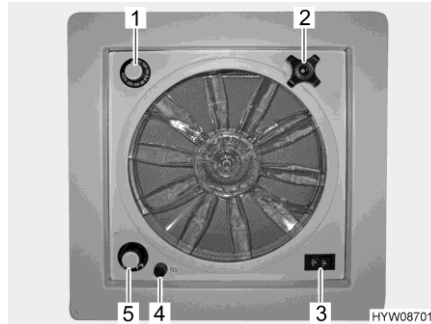

Bild 80 Taklucka med fläkt
- ▶ En säkring 4 A (Bild 80,4) skyddar fläktmotorn från överbelastning. Om en överbelastning har uppstått: Identifiera först orsaken och åtgärda den (t. ex. smutsig fläkt), byt säkringen först då.
- Vrid på ratten (Bild 80,2) tills önskad öppningsvinkel har nåtts.
- Ställ vippreglaget (Bild 80,3) på "Ventilera" (luftström utifrån och in) eller "Vädra" (luftström inifrån och ut).
- Ställ vippreglaget (Bild 80,3) på mittläget.
- Ställ in vridreglaget (Bild 80,5) på önskat steg:
- Skjut termostaten (Bild 80,1) i den blå riktningen så långt det går.
- Vrid med det svarta locket (Bild 80,4) ett kvarts varv moturs.